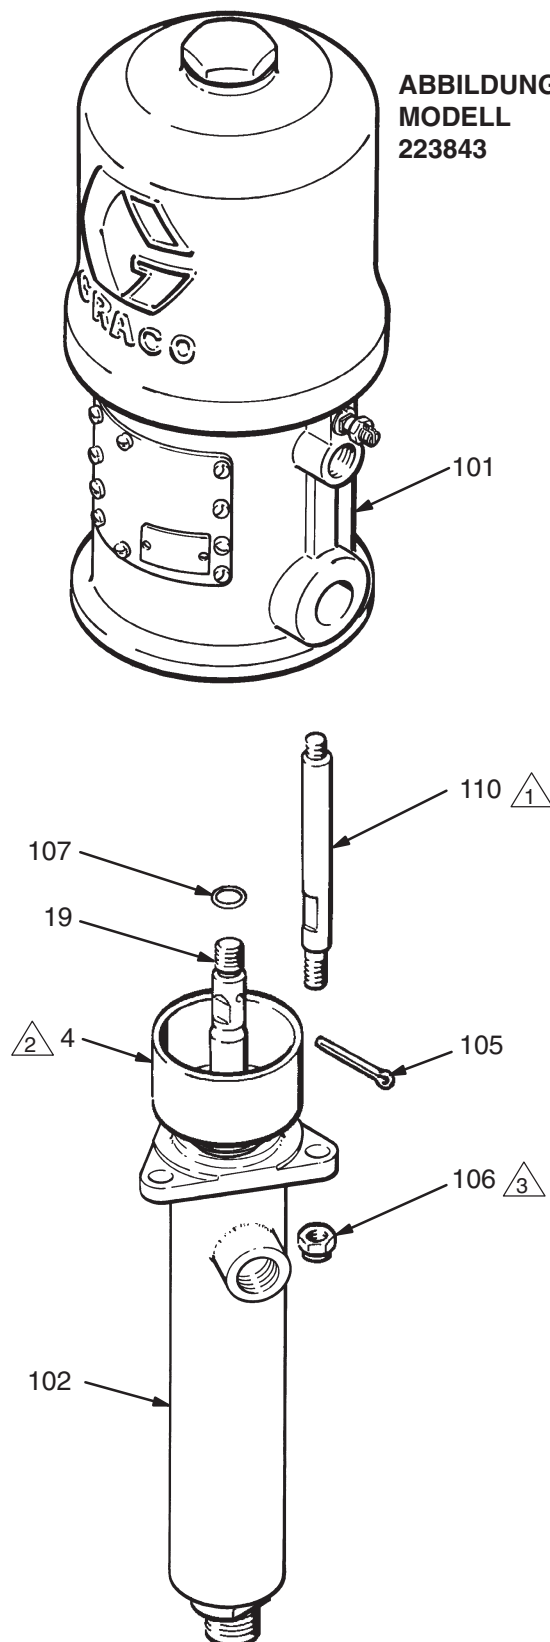

Abb. 3
3. Die Sicherungsmuttern (106) von den Verbindungsstangen (110) abschrauben. Den Splint (105) entfernen. Die Kolbenstange (19) vom Luftmotor (101) abschrauben. Vorsichtig die Unterpumpe (102) vom Luftmotor (101) abziehen. Siehe Abb. 3.
1. Die Kolbenstange (19) in das Gehäuse des Luftmotors (101) schrauben. Den Splint (105) installieren. Den Materialauslaß der Pumpe so am Luftenlaß des Luftmotors ausrichten, wie dies in Schritt 2 im Abschnitt **Ausbauen der Unterpumpe notiert wurde.** Siehe Abb. 3.
2. Die Unterpumpe (102) auf die Verbindungsstangen (110) geben. Die Sicherungsmuttern (106) locker auf die Verbindungsstangen (110) schrauben.
3. Die Pumpe befestigen und alle Schläuche wieder anschließen. Das Erdungskabel wieder anschließen, falls es während der Reparatur abmontiert wurde. Die Packungsmutter (4) mit 24–27 N.m festziehen. Den Naßbehälter mit Graco-TSL-Flüssigkeit oder einem verträglichen Lösemittel füllen.
4. Die Muttern (106) der Verbindungsstangen gleichmäßig mit 34–41 N.m festziehen.